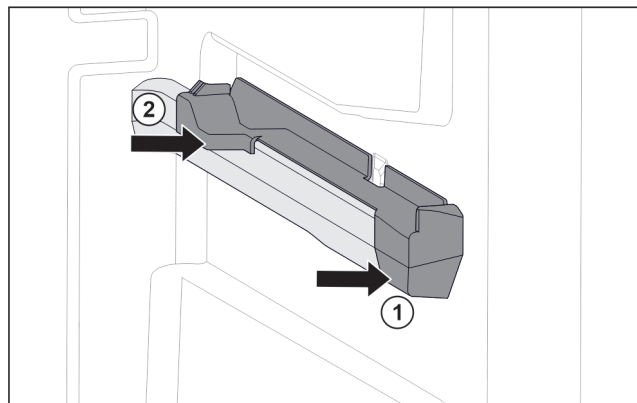

Fig. 218 Natični dio na desnom žlijebu spremnika
- ▶ Postavite natični dio sprijeda na žlijeb spremnika. Fig. 218 (1)
- ▶ Pritisnite natični dio straga. Fig. 218 (2)